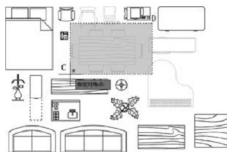

图 1.29 从右向左选为交叉选
- (2) 启动【删除】命令, 命令行出现**选择对象:**的提示。
- (3) 如图 1.29 所示, 从右上 D 点至左下 C 点拉窗口。“茶几”含在窗口内, “沙发”和“钢琴”等与窗口相交, 它们均将被选中。按 Enter 键后被选中的对象即被删除。
- (4) 按 Ctrl+Z 组合键返回。注意区分, 窗选拉出的是蓝色透明窗口, 且窗口轮廓线为实线; 交叉选拉出的是绿色透明窗口, 且窗口轮廓线为虚线。